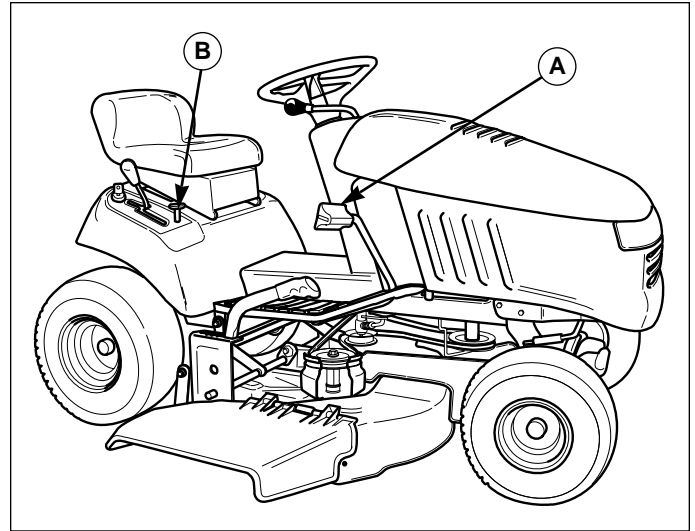

Figure 2. Fonctionnement de la pédale d'embrayage/frein
1. Appuyer sur la pédale d'embrayage/frein (A, Figure 2) pour désengager la transmission. Enfoncer la pédale complètement pour serrer le frein du tracteur.
2. Pour mettre le frein de stationnement, enfoncer complètement la pédale d'embrayage/frein et tirer sur le bouton du frein de stationnement (B, Figure 2).
1. Enfoncer la pédale d'embrayage/frein (A, Figure 2) pour désengager la courroie de transmission et actionner le levier de changement de vitesse. Enfoncer la pédale complètement pour serrer le frein du tracteur.